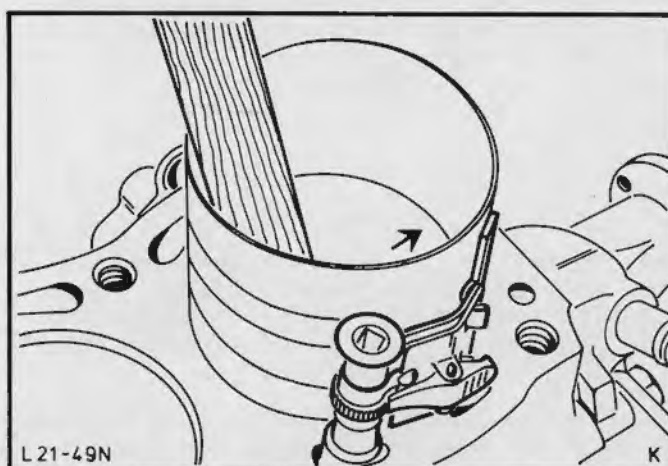

Fig.53. Monter stemplet ved brug af en stempelringssamler
36. Pres stempelringene sammen med en standard stempelringssamler, Fig.53. Tryk det oliesmurte stempel ned i cylinderen med et hammerskaft, idet plejlstangen styres ind på plejlstangssølen med hånden.